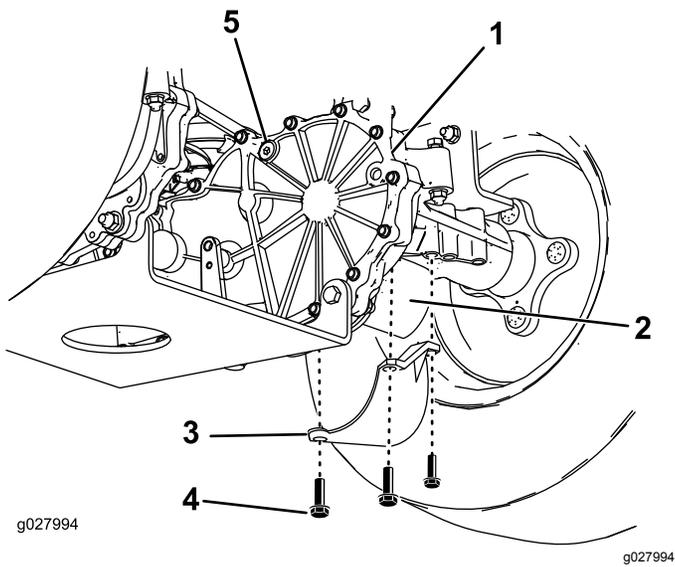

Figura 44
3. Localice el filtro y el protector del filtro en el sistema de transmisión de cada transeje (Figura 44). Retire los tres tornillos que sujetan el protector del filtro, y retire el protector.
4. Compruebe que los tapones de ventilación han sido retirados antes de añadir aceite (**Figura 44**).